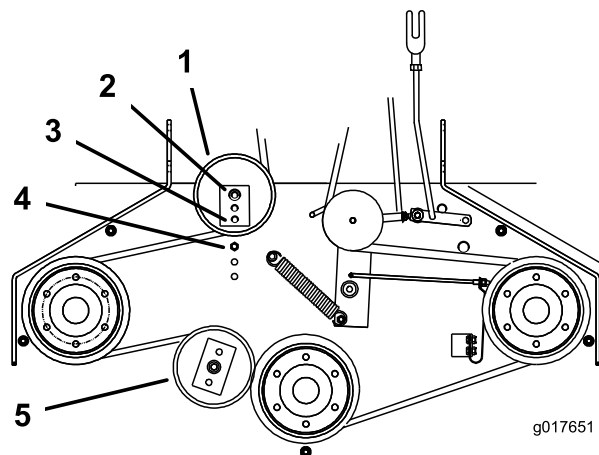

Figure 48
6. S'il n'est plus possible de régler le tendeur et que la courroie est encore détendue, il faut alors repositionner la poulie de tension arrière dans le trou central ou avant (Figure 48). Utilisez le trou qui donnera le réglage correct.
7. Lorsque vous déplacez la poulie de tension, vous devez déplacer le guide de courroie. Placez le guide de courroie à la position avant (Figure 48).